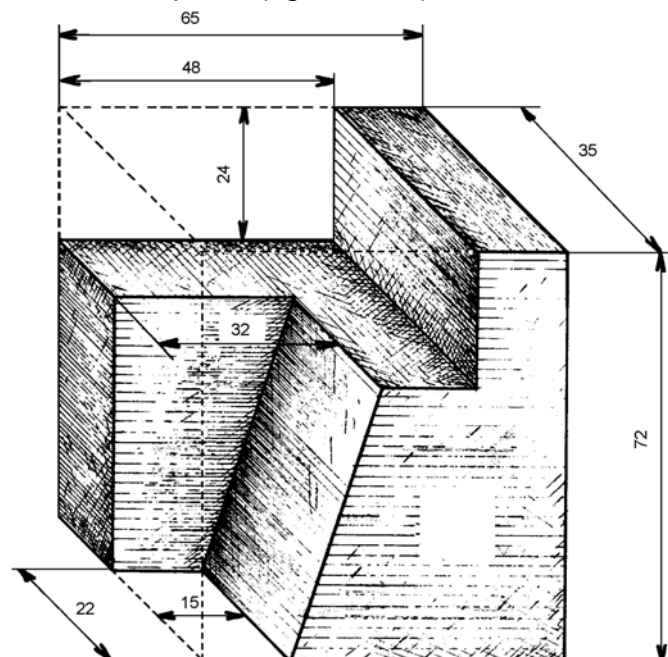

Figure 1.21
- Incrire les chiffres qui indiquent les dimensions sur les lignes de cote tracées sur la perspective de la pièce (figure 1.21).